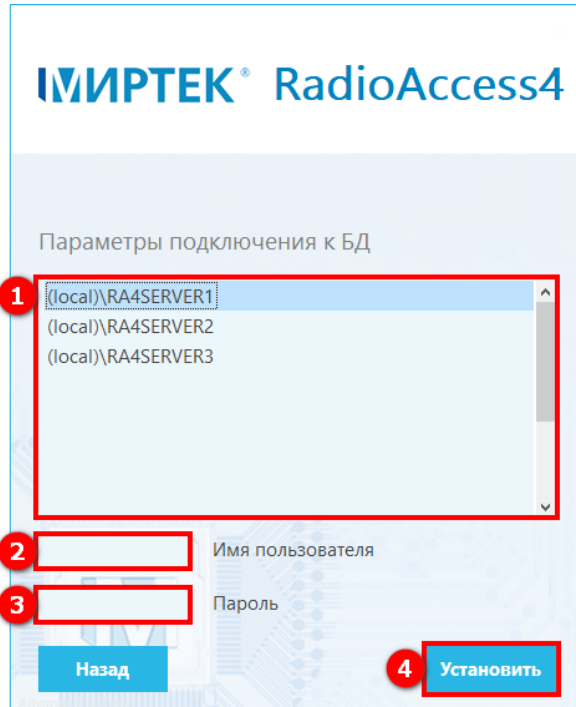

Рисунок 28 – Окно установки версии RadioAccessNoSQL
Далее необходимо выбрать экземпляр СУБД, который будет использован для программного комплекса **RadioAccess 4 (РадиоАксесс 4)** (1) (см. рисунок 28). **Мастер установки** автоматически отобразит имеющиеся на компьютере экземпляры СУБД. Ввести данные в поля: **Имя Пользователя** (2), **Пароль** (3) администратора сервера СУБД, и нажать кнопку **Установить** (4).